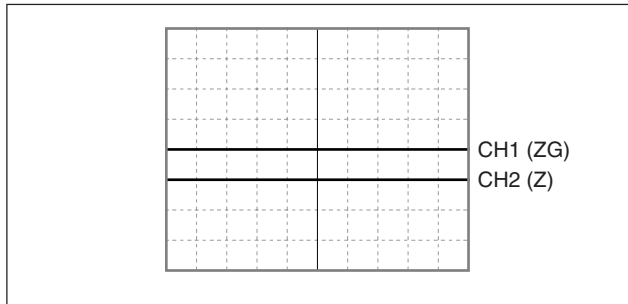

Abb. 4-9
- ① Die Sonde CH1 des Oszilloskops mit dem Prüfstege CL1 (ZG) und dem Prüfstift TP4 (GND) der Schnittstelleneinheit verbinden.
- ② Die Sonde CH2 des Oszilloskops mit dem Stift CN2-5 (Z) und dem Prüfstift TP4 (GND) der Schnittstelleneinheit verbinden.
- ③ Den Schalter TIME/DIV am Oszilloskop auf 200 ms einstellen.
- ④ Die Deviationsempfindlichkeit (VOLTS/DIV) von CH1 und CH2 am Oszilloskop auf 2 V/Teil. einstellen.
- ⑤ Den Eingangskopplungsschalter von CH2 am Oszilloskop auf GND stellen und das Oszilloskop so einstellen, dass das Signal von CH1 in der Mitte des Bildschirms angezeigt wird. Das Oszilloskop so einstellen, dass CH2 eine Rasterzeile darunter angezeigt wird. (Siehe Abb. 4-9.)